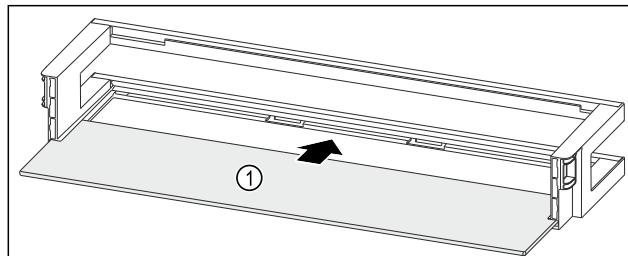

Fig. 97 Рафт на врата с рафт
- ▶ Вкарайте рафта Fig. 97 (1) в страничните прорези.